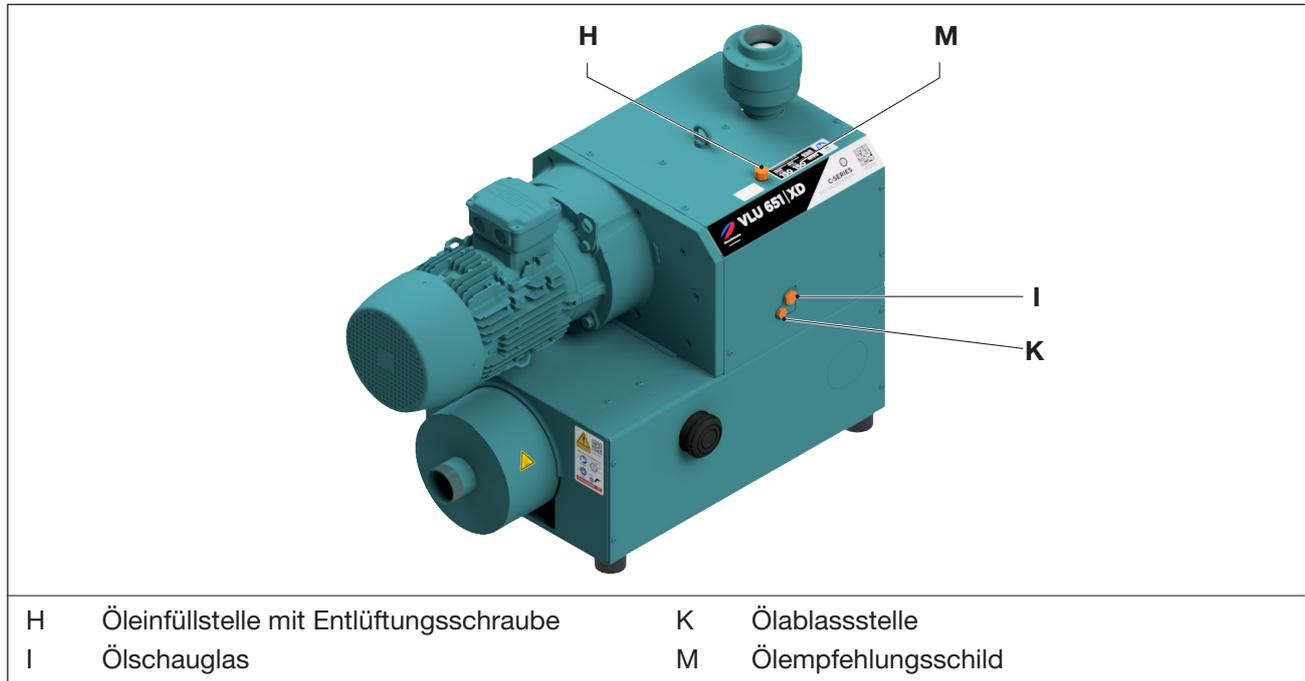

Abb. 5 Ölwechsel
Als Betriebsmittel empfehlen wir die Verwendung der Elmo Rietschle Öle, siehe Ölempfehlungsschild (Abb. 5/M) sowie Tab. 3 auf Seite 31:
Ölstand am Schauglas (Abb. 5/I) monatlich kontrollieren.
- b) Verschluss der Öleinfüllstelle (Abb. 5/H) öffnen und Öl bis zur Oberkante des Schauglases (Abb. 5/I) auffüllen.
- Verschluss der Öleinfüllstelle (Abb. 5/H) öffnen, Ölablassstelle (Abb. 5/K) öffnen und Altöl vollständig ablassen.
- Ölablassstelle (Abb. 5/K) verschließen und neues Öl an der Öleinfüllstelle (Abb. 5/H) einfüllen. Ölstand am Schauglas (Abb. 5/I) kontrollieren.
- Öleinfüllstelle (Abb. 5/H) schließe.